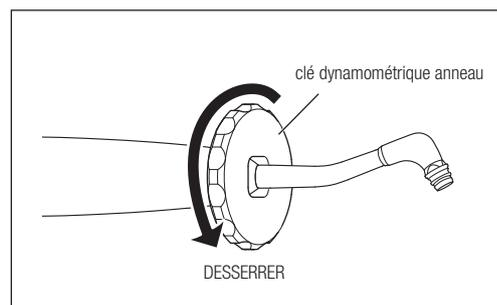

Fig. 40
- 1) Faites passer l'embout à l'intérieur de la clé dynamométrique anneau fournie, desserrez-le et retirez-le de la pièce à main (Fig. 40).